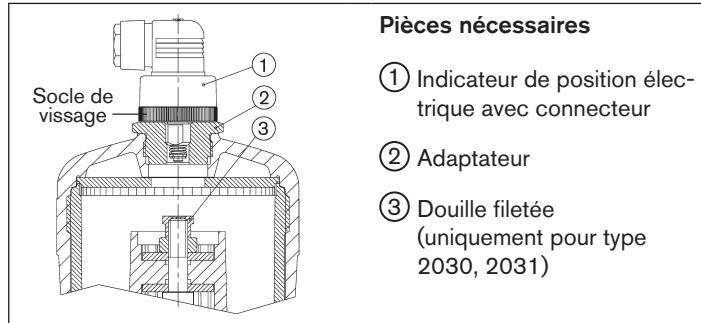

Figure 11 : Taille d'actionneur 100, 125 (\varnothing en mm) avec indicateur de position électrique
- Dévisser le capot transparent du couvercle d'actionneur (6) (respecter les consignes de sécurité du chapitre « 10 » à la page 61 !).
- **Type 2030, 2031 :** Visser la douille filetée (3) sur la tige d'actionneur (SW14).
- Visser l'adaptateur (2) au lieu du capot transparent sur l'actionneur (voir « Figure 11 »).
- Visser l'indicateur de position électrique (1) dans l'adaptateur (2), en respectant la remarque figurant au chapitre « 10 ».